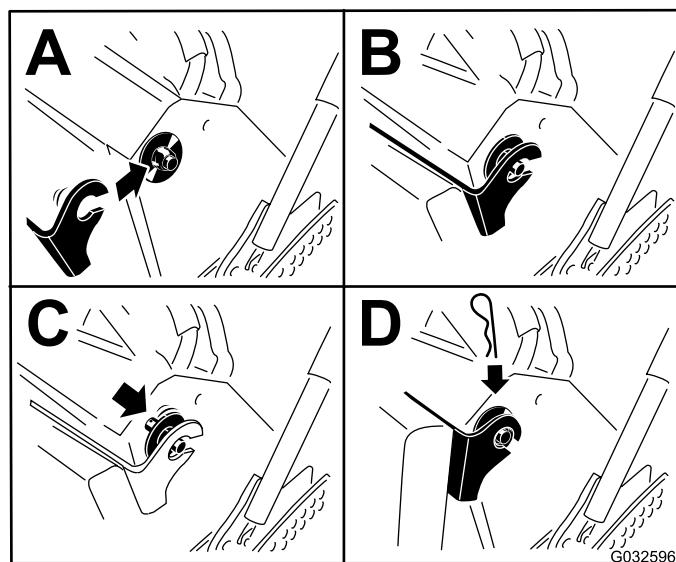

Figura 36
6. Levante el cojín y deslícelo sobre los pasadores en cada lado de la máquina (Figura 36).
7. Introduzca las arandelas grandes con casquillos de plástico en los soportes del cojín y sujetelos con chavetas (Figura 36).